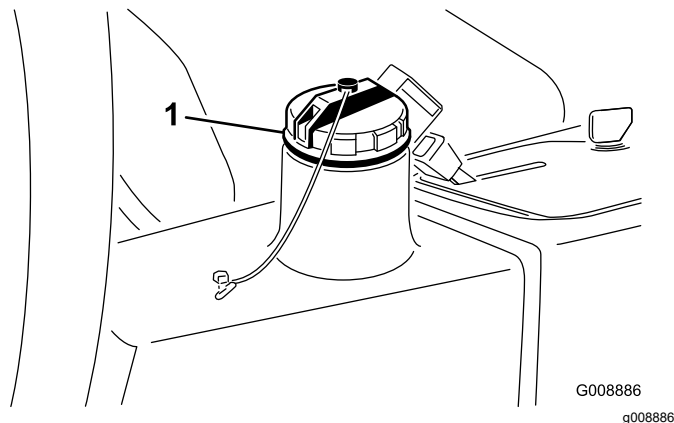

Рисунок 79
4. Залейте в гидравлический бак (Рисунок 79) приблизительно 13,2 литра гидравлической жидкости; см. Проверка гидравлической системы \(страница 55\).